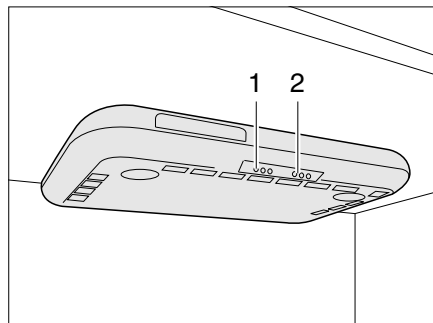

Bild 130 Dunstabzug
- Den Dunstabzug mit dem Schalter (Bild 130,1) ein- und ausschalten.
- Die Kochstellenleuchten mit dem Schalter (Bild 130,2) ein- und ausschalten.